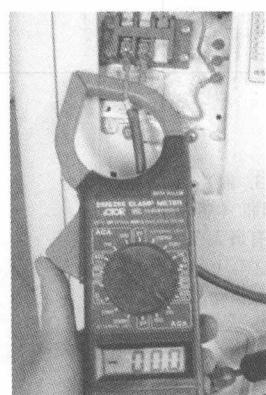

图 1-9 钳形表的操作
① 使用钳形表测量交流电流时，应先估计被测电流的大小，选择合适的量程。一般先选择较大量程，然后视被测电流的大小，调整到合适量程。
② 测量交流电流前，应保持钳口的清洁，清除互感器钳口上的油污、杂质，以减小测量误差。
③ 导线夹入钳口后，钳口铁芯的两个面应很好地吻合，被测导线应位于钳口的中央。
④ 钳形表只能钳住所测电路的一根导线，不能同时钳住同一电路的两根导线，如图 1-9 所示。
⑤ 测量较小电流时，可将被测导线在钳形铁芯上绕几圈后再